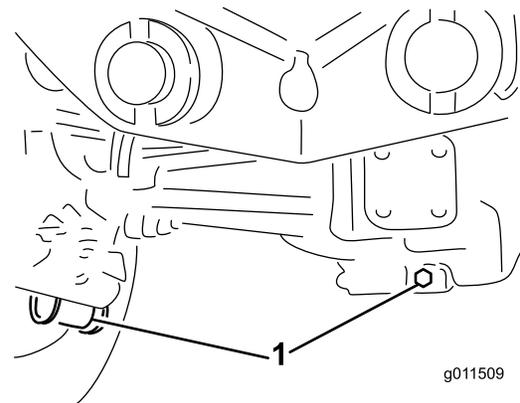

Figura 94
- Pulite attorno ai tre tappi di spurgo, uno per lato ed uno in centro (Figura 94).